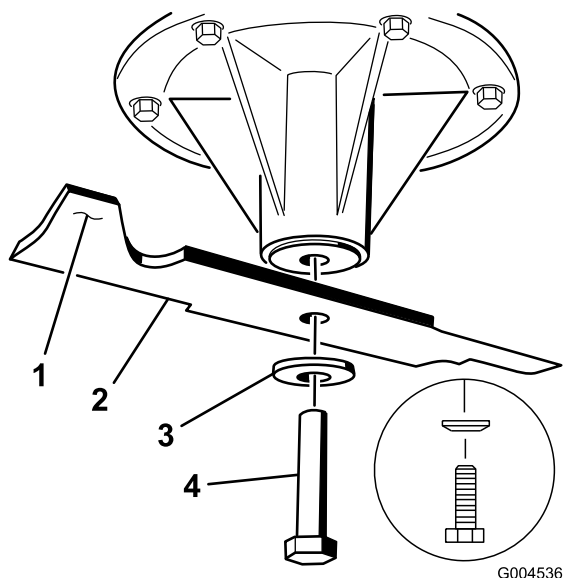

Figura 81
1. Montate la lama sull'asse del fusello (Figura 81).
2. Montate il disco elastico e il bullone della lama. Il cono del disco elastico deve essere rivolto verso la testa del bullone (Figura 81). Serrate il bullone della lama a 115–149 Nm.